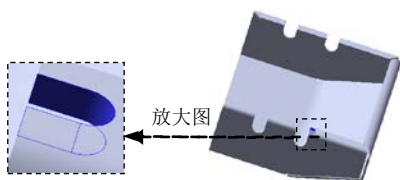
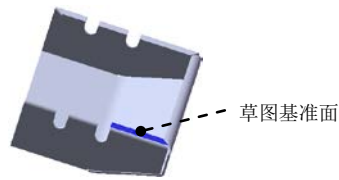

图 9.37 切除—拉伸 2
图 9.38 草图基准面
Step15. 创建图 9.37 所示的切除—拉伸 3。
(1) 选择命令。选择下拉菜单 **插入(I)** → **切除(C)** → **拉伸(E)...** 命令。
(2) 定义特征的横断面草图。
① 定义草图基准面。选取图 9.38 所示的模型表面作为草图基准面。